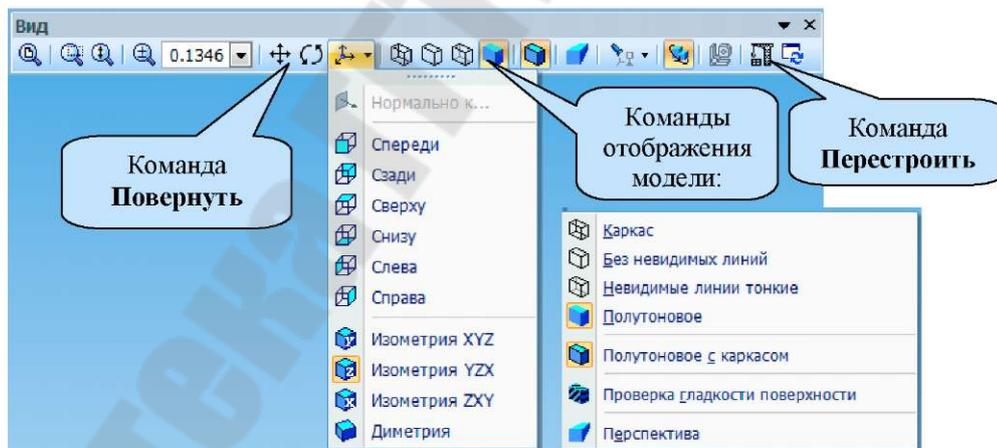

Рисунок 2 - Команды панели инструментов **Вид** модуля трехмерного моделирования КОМПАС-3D
- Расширенный состав элементов панели инструментов **Вид** и выпадающего меню **Вид** (рисунок 2):